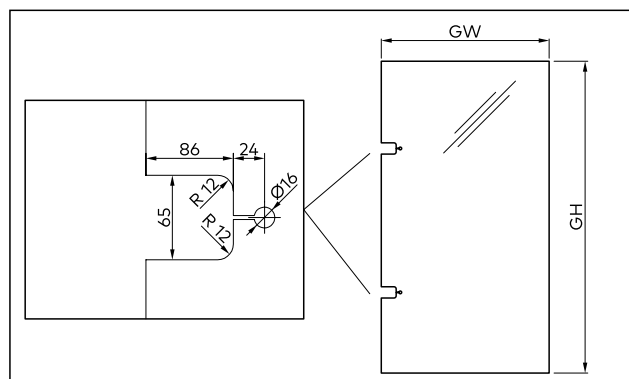

Fig. 7 Façonnage du verre
2. Vérifier les dimensions du façonnage du verre (Fig. 7).